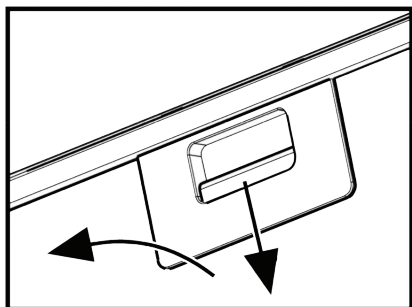

Рис. 6
8.7 Для снятия алюминиевого фильтра (рис.6) необходимо нажать на пружинную задвижку и, потянув на себя и вниз, снять фильтр с панели. Установка фильтра выполнить в обратном порядке.